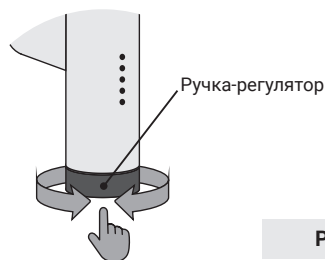

Рис.26
7.1. При нажатии на поворотный элемент (ручку-регулятор) происходит последовательное переключение между режимами (Таймер | Экстра сушка | Температура). Вращение ручки-регулятора позволяет задавать необходимые параметры температуры или времени в выбранном режиме (рис. 26).
7.3. Поворот ручки регулятора (рис. 26) по часовой стрелке включает изделие в режим нагрева с регулировкой температуры: